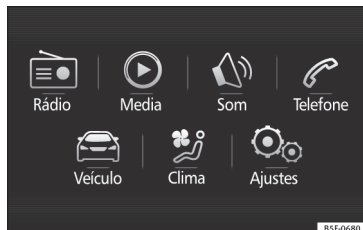

Fig. 40 Easy Connect: Menu principal.
- Pressione a tecla **MENU** do sistema e, posteriormente, o botão **CAR** » Fig. 40, ou a tecla **CAR** do sistema, para ir para o menu **CAR** » Fig. 41.